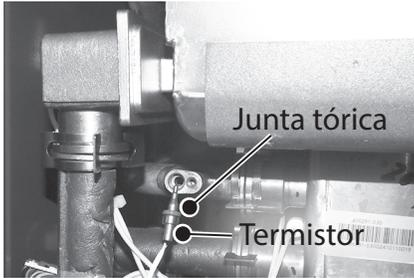

Figura 77 - Ubicación de la junta tórica del termistor
- 25** Ubique el nuevo termistor, la junta tórica y el gancho de metal que se incluyen con el kit. Instale la junta tórica en el termistor. Consulte la Figura 77.